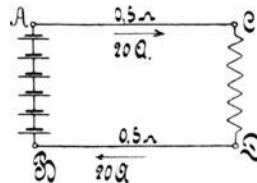

Fig. 6.
53. Text wie 51, nur ist $e = 10$ [100] (200) V, $J = 4$ [15] (40) A.
54. An den Klemmen A und B (Fig. 6) einer Batterie von hintereinander geschalteten Elementen herrscht eine Spannung von 65 [110] (220) V. Durch den Widerstand CD fließen 20 [30] (8) A. Welche Spannung besteht zwischen den Punkten C und D, wenn jeder der beiden Zuleitungsdrähte AC und BD 0,5 [0,3] (2) Ω Widerstand besitzt?
55. Der Widerstand CD (Fig. 6) besteht aus einer Anzahl von Lampen, die insgesamt 15 [12] (8) A verbrauchen. Die Widerstände der Zuleitungen AC und BD betragen zusammen 0,2 [0,3] (0,5) Ω .
56. Fünf Bunsenelemente (Fig. 6) von je 1,8 [1,85] (1,78) V elektromotorischer Kraft und 0,2 [0,25] (0,15) Ω innerem Widerstande sind hintereinander geschaltet. Der äußere Stromkreis besteht aus den beiden Zuleitungsdrähten AC und BD von je 0,08 [0,05] (0,09) Ω und dem Nutzwiderstande CD (parallel geschaltete Glühlampen) von 3 [4,5] (2,5) Ω .